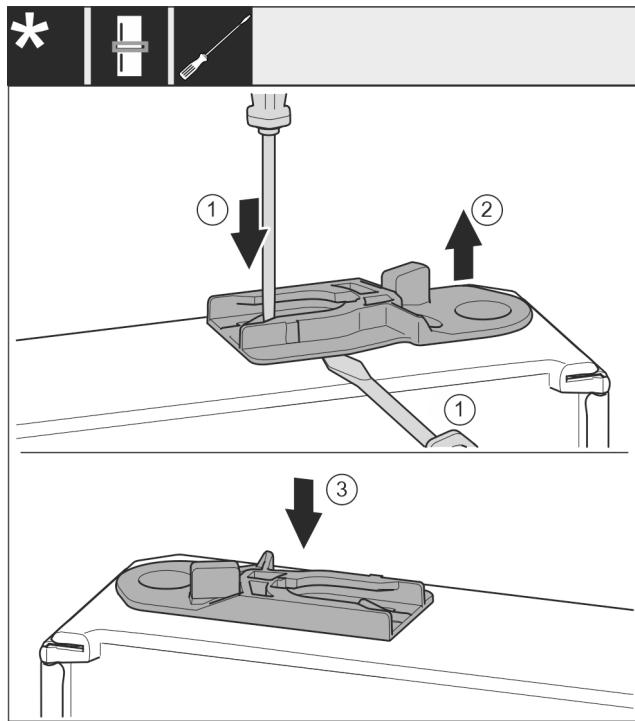

Fig. 39
- ▶ 拉出导向轴套：将接片 Fig. 39 (1)用带槽螺丝刀按住的同时将带槽螺丝刀移动到导向轴套 Fig. 39 (2)下方。
- ▶ 将供货时附带的导向轴套 Fig. 39 (3)插入外壳的另一侧。